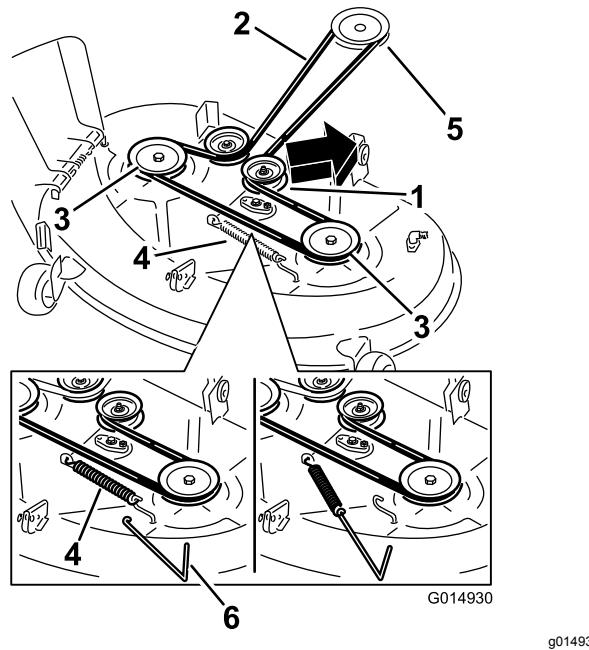
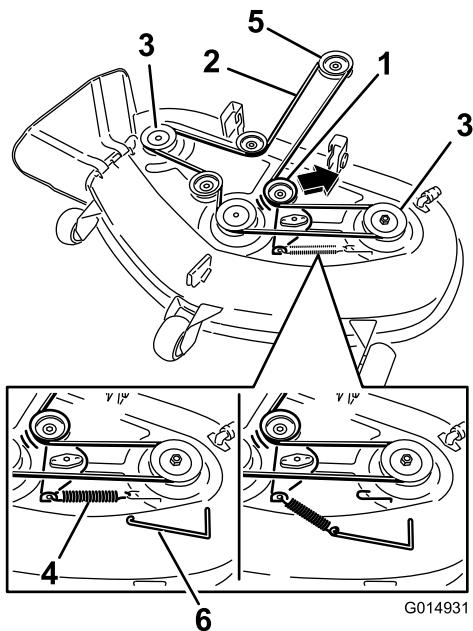

Figure 58
Figure 59
déchausez la courroie des poulies (Figure 58 et Figure 59).
7. Acheminez la courroie neuve autour des poulies du moteur et du plateau de coupe (Figure 59).
8. À l'aide d'un outil de dépose de ressort, accrochez le ressort à l'ergot sur le plateau pour tendre la poulie de tension et la courroie de plateau de coupe (Figure 58 et Figure 59).